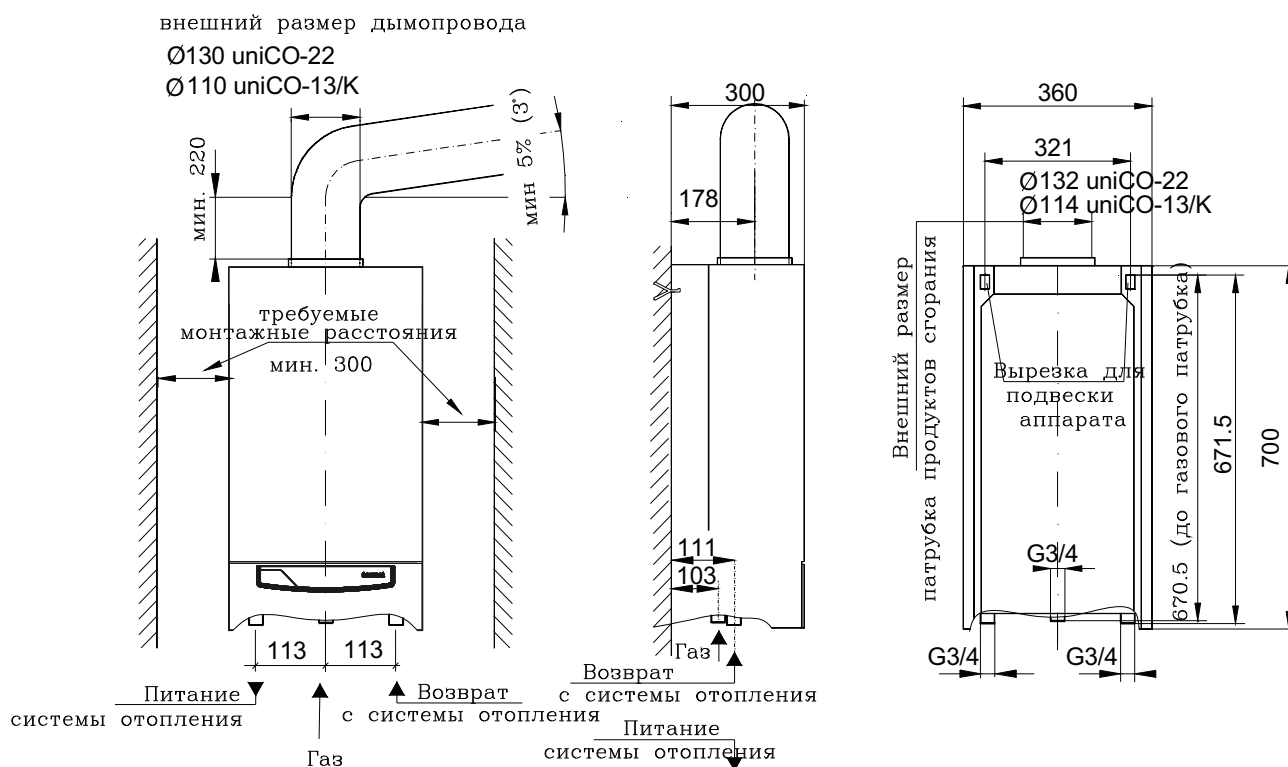

Рис. 3.3.1. Установочные размеры аппарата типа В
- Патрубки питания и возврата системы отопления аппарата прикрутить к установке при помощи соединительной муфты. Расположение патрубков указывает рис. 3.3.1., 3.3.2. и 3.3.3.
Продукты сгорания должны быть отведены в дымоход с помощью дымовой трубы диаметром Ø 130 мм. Необходимо установить трубу, с вертикальным участком минимальной длиной 220 мм, затем горизонтально трубу максимальной длиной 2 м, с 5%-ным (~3°) уклоном в сторону аппарата. (Рис. 3.3.1.)